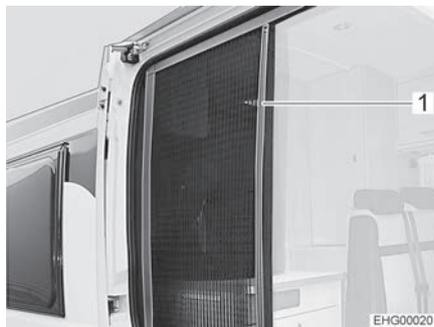

Fig. 10 Moustiquaire
- Tirer jusqu'au bout la moustiquaire par la barrette (Fig. 10,1).
- Remettre la moustiquaire en position initiale en la poussant par la barrette (Fig. 10,1).